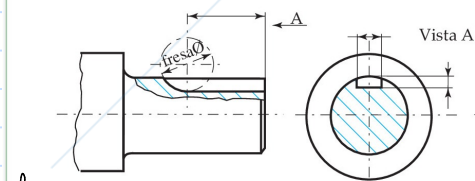

fig.42
- Fresa ad asse orizzontale (fig.42)